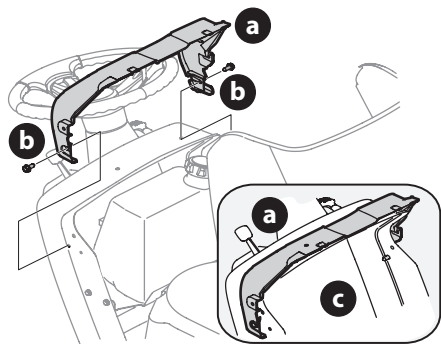

Figura 4
1. Si la cubierta del tablero de instrumentos (a) fue despachada suelta, los elementos de ferretería para fijar la cubierta del tablero de instrumentos (a) se despachan instalados en la cubierta del tablero de instrumentos (a). Extraiga los dos pernos (b) que sujetan la cubierta del tablero de instrumentos (a) (Figura 4 en la página 39).
2. Monte la cubierta del tablero de instrumentos (a) y alinee los orificios que están entre la parte superior del tablero de instrumentos y la cubierta del tablero de instrumentos (Figura 4 en la página 39).
3. Fije la cubierta del tablero de instrumentos (a) al tablero (c) con los pernos (b) que retiró en el Paso 1 (Figura 4).